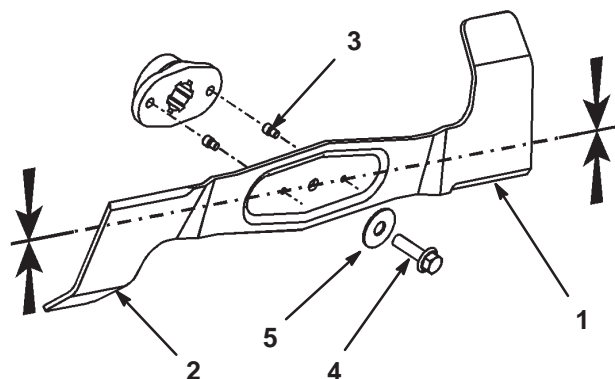

Figure 35
2. Inspectez les tranchants des lames (Fig. 35). Si elles ne sont pas tranchantes ou si elles présentent des indentations, déposez et aiguissez les lames (voir Aiguisage des lames, page 31).
3. Inspectez les lames, surtout les bords recourbés (Fig. 35). Si vous remarquez que la lame est usée ou endommagée à ces endroits, remplacez-la immédiatement.
4. Si les goupilles de cisaillement sont cassées, remplacez-les immédiatement (Fig. 35).
3. Enlevez le boulon, la rondelle et la lame (Fig. 35). Pour enlever le boulon, bloquez éventuellement la lame en introduisant une cale en bois entre la lame et le carter de tondeuse.
1. Installez la lame, la rondelle et le boulon de fixation (Fig. 35).